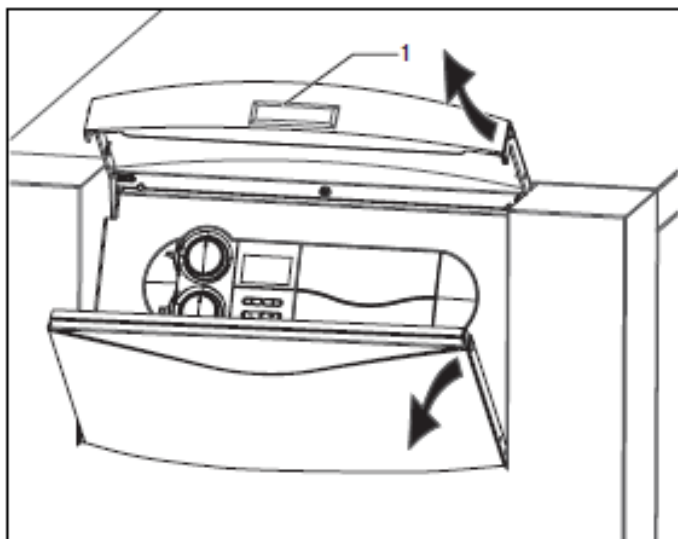

Рис. 5.1 Открывание передней откидной крышки
- Откройте переднюю откидную крышку, подняв серебристую планку (1, рис. 5.1).